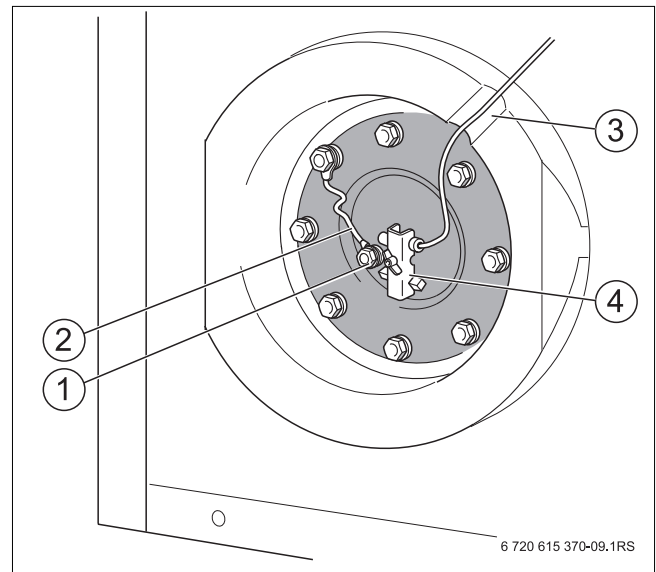

Fig. 10 Conexión a la abertura de inspección
- ▶ Guíe el cable de la sonda por la ranura del aislamiento térmico (→ fig. 10, [3]) hasta la tapa del registro de acceso manual.
- ▶ Monte la sonda de temperatura en la fijación para la sonda conforme a su forma geométrica o al diámetro (→ fig. 10, [4]).